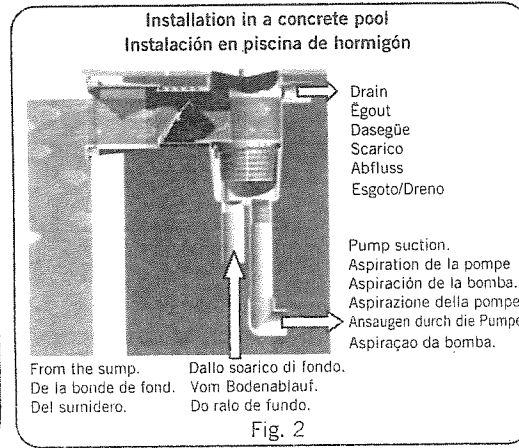
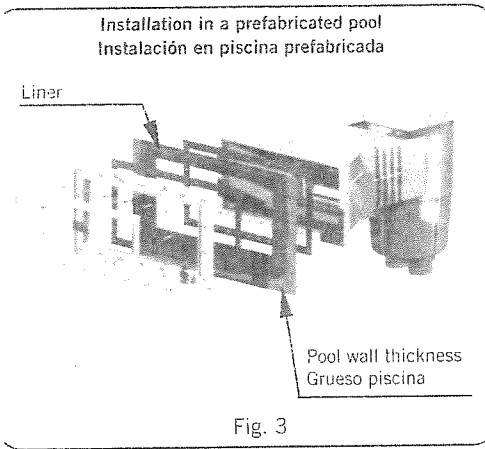

Fig. 2
Fig. 3
The installation should be carried out following the instructions in Figs. 2 and 3, depending on whether the pool is a concrete or prefabricated pool.
When the water level rises above the maximum level of the pool, one of the skimmer's water connection points can be used to remove any excess water (Fig. 2).
When the water level drops another of the connections can be attached to the sump to avoid any suction of air and allow only water to be taken into the pump. The filtration system will not be affected by this action in any way (Fig. 2).
L'installation doit être réalisée en suivant les indications décrites sur la Fig. 2 si cet appareil est prévu pour une piscine en béton ou sur la Fig. 3 s'il est prévu pour une piscine en préfabriqué.
- Dans le cas d'un excédent d'eau dans la piscine, le skimmer possède une sortie latérale (trop plein) permettant l'évacuation de l'eau (Fig. 2).
- Dans le cas où le niveau baisse en dessous de la meurtrière du skimmer, la deuxième sortie peut servir à établir une liaison avec la pompe de fond afin d'éviter la désamorçage de la pompe de filtration (Fig. 2).
La instalación se debe realizar según indicaciones descritas en las Figs. 2 y 3, dependiendo si es para piscina de hormigón o prefabricada.
En caso de que el nivel del agua de la piscina sea excesivo, el skimmer posee una toma de agua que puede evacuar el agua sobrante al desagüe (Fig.2).
En caso que el nivel del agua sea bajo, el skimmer posee una toma de agua que conectada al sumidero evitará una posible toma de aire, aspirando simultáneamente agua de este último. De esta manera el sistema de filtración no se verá afectado en ningún momento (Fig.2).